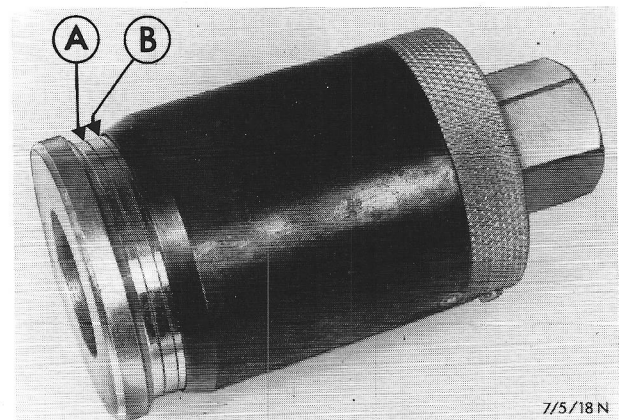

Fig. 45 Voorspanhuls 15-023.
26. Breng de voorspanhuls aan (gebruik bij nieuwe lagers het tweede merkteken, bij gebruikte lagers het eerste merkteken). Draai de dummy-pignonas enkele malen (fig. 45).